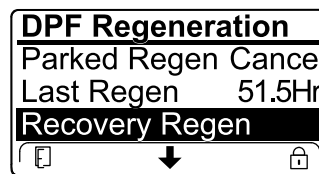

Figura 52
- Se il computer del motore non ha richiesto una rigenerazione di recupero e voi scorrete il menu verso il basso fino all'opzione RECOVERY REGEN, la rigenerazione di recupero viene bloccata e l'icona di blocco (Figura 52) compare nell'angolo in basso a destra dell'InfoCenter.